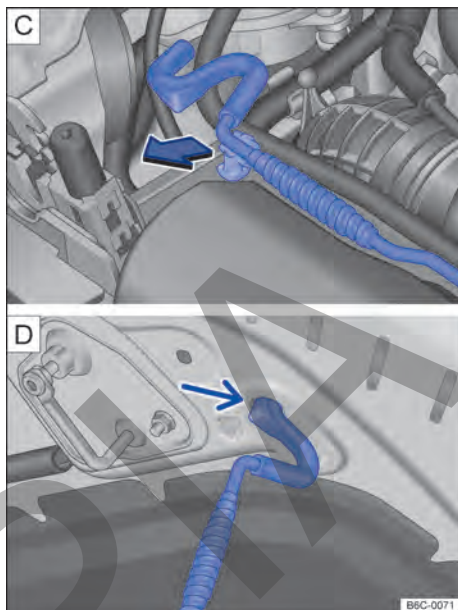

Fig. 220 [C] Varilla de sujeción de la tapa del compartimento del motor. [D] Tapa del compartimento del motor apoyada en la varilla de sujeción.
- Retirar la varilla de sujeción del soporte en el sentido de la flecha → fig. 220 [C] y colocarla en la abertura de la tapa del compartimento del motor → fig. 220 [D].
- Retirar la varilla de sujeción del orificio → fig. 220 y encajarla en el soporte del cierre → fig. 220 .